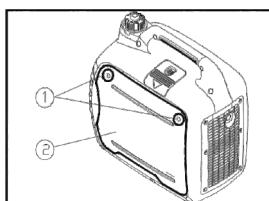

Рис.20
1. Снимите крышку доступа к маслозаливной горловине (2), отвернув болты (1) (рис.20).